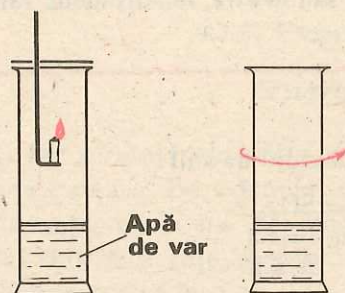

Fig. 8.4. Arderea luminării în prezența apei de var
1. Într-un cilindru, introduceți o soluție limpede de hidroxid de calciu (apă de var)*. Lăsați să ardă o luminare în cilindrul acoperit cu un capac de carton, străbătut de suportul luminării (fig. 8.4).